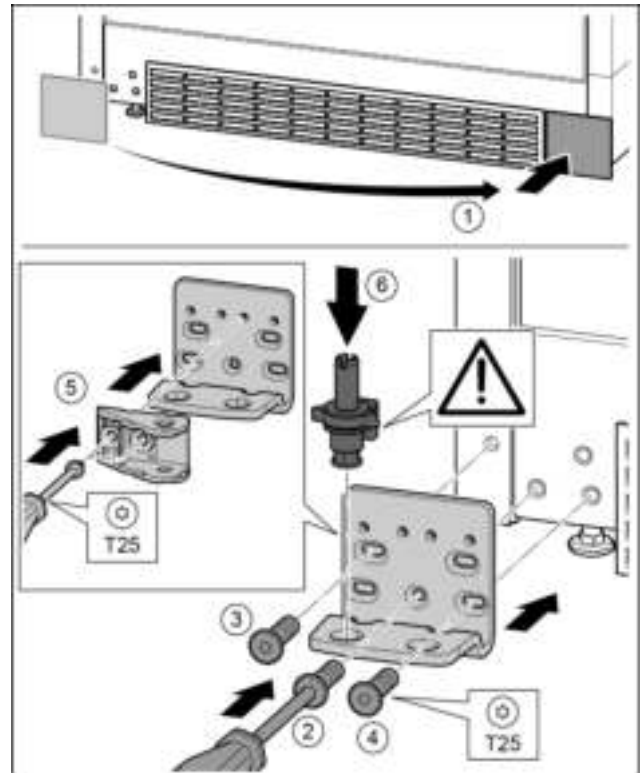

Fig. 31
- ▶ Afdekking eraf halen en op de andere kant aanbrengen. Fig. 31 (1)
- ▶ Lagerbus op de andere kant aanbrengen en met behulp van een schroevendraaier T25 vastschroeven. Met schroef 2 onder in het midden beginnen. Fig. 31 (2)
- ▶ Schroef 3 en 4 vastschroeven. Fig. 31 (3, 4)
- ▶ Sluitdemperverbinding 180° draaien. Aan de andere kant van de lagerbus met schroevendraaier T25 vastschroeven. Fig. 31 (5)
- ▶ Lagerbout volledig aanbrengen. Let op dat de vergrendelknok naar achter wijst. Fig. 31 (6)